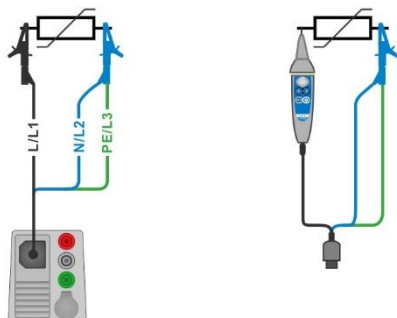
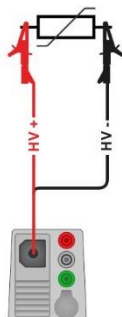

Figura 7.18: Conexión de una punta de prueba de tres hilos y la Punta Commander (Rango: 1000 V)
Figura 7.19: Conexión de punta de prueba de 2,5 kV (Rango =2500 kV)
- Conecte las puntas de prueba al objeto a prueba, vea la **Figura 7.18 y Figura 7.19**. Use un cable de prueba diferente si prueba en rangos de: 1000 V o 2500 V. Use también bornes de prueba diferentes.